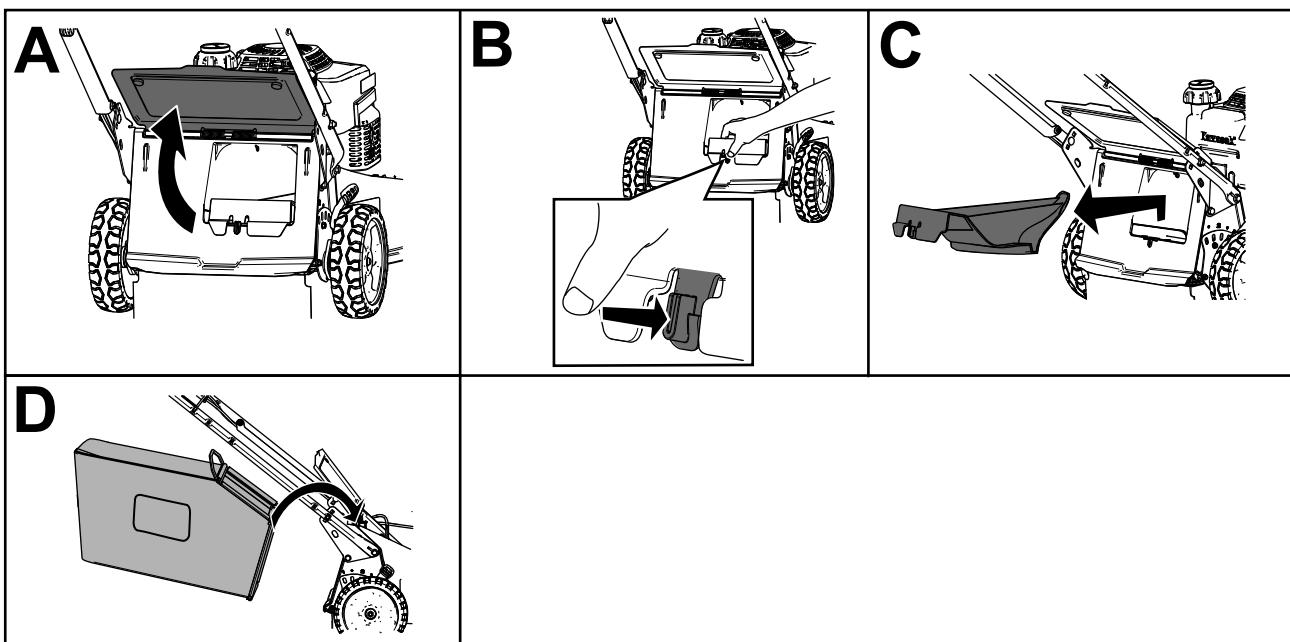

Figura 20
2. Faça subir e mantenha elevado o defletor traseiro (A da Figura 20).
3. Retire o bujão de descarga traseira empurrando o trinco para baixo com o polegar e retirando o bujão da máquina (B e C de Figura 20).
- Instale as extremidades da barra do saco nas ranhuras na base da pega e abane o saco para a frente e para trás para assegurar que as extremidades estão encaixadas na parte inferior de ambas as ranhuras (D de Figura 20).